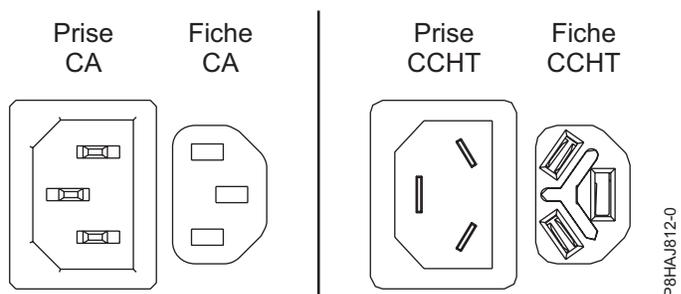
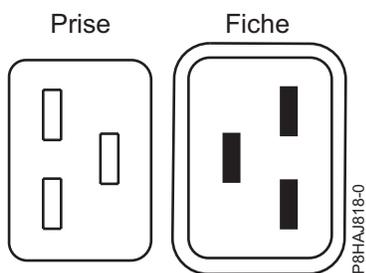
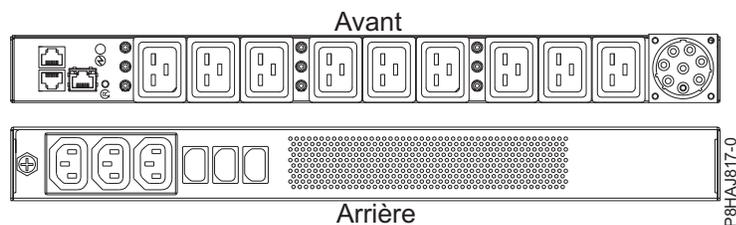

Figure 53. Connecteurs CA et CCHT
Figure 54. Connecteurs pour le système 8408-44E
Figure 55. Unité d'alimentation pour le système 8408-44E
La figure 53 représente les connecteurs pour courant alternatif (CA) et courant continu haute tension (CCHT) pris en charge. Les figure 54 et figure 55 illustrent les connecteurs et l'unité d'alimentation (PDU) pris en charge pour le système 8408-44E.